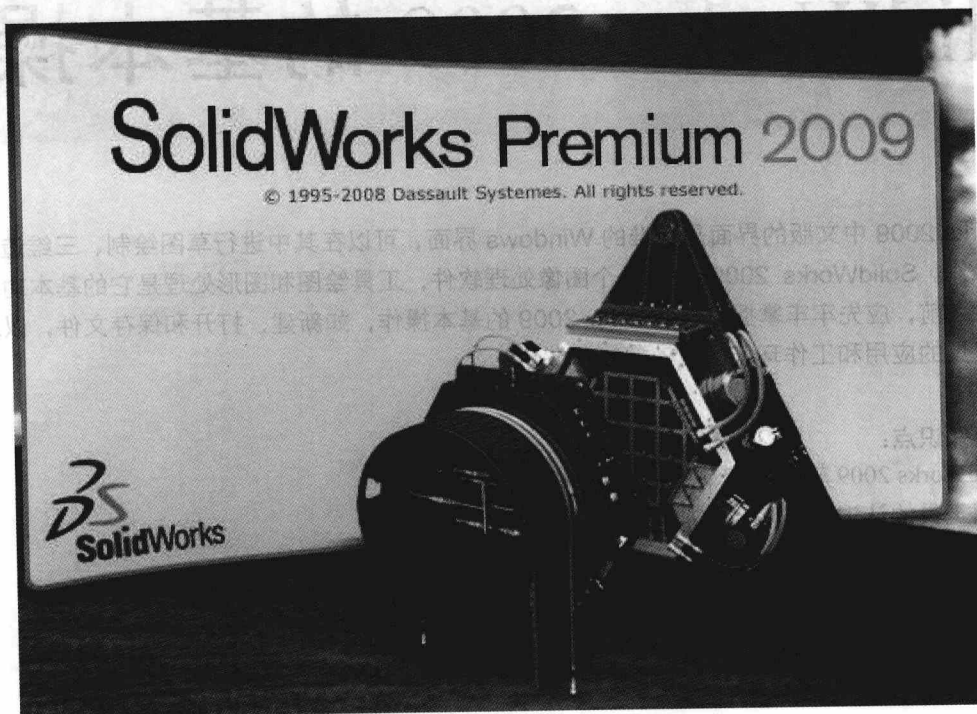

图 1-1 SolidWorks 2009 启动界面
- (1) 双击桌面上的 SolidWorks 2009 SP0.0 快捷图标, 启动界面如图 1-1 所示。
- (2) 单击【开始】→【程序】→【SolidWorks】→【SolidWorks 2009】命令。